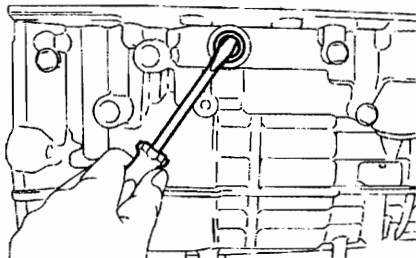
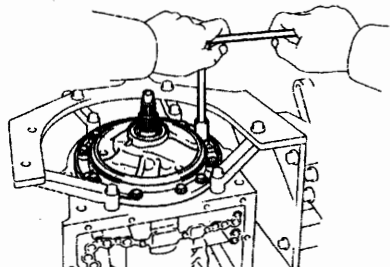

图 12-1-12
图 12-1-13
(26) 如图 12-1-12 所示, 用螺丝刀拆下两个手动阀杠杆轴油封。
(27) 拆下油泵总成。
①如图 12-1-13 所示, 从变速器壳拆下 10 个固定油泵的螺栓。